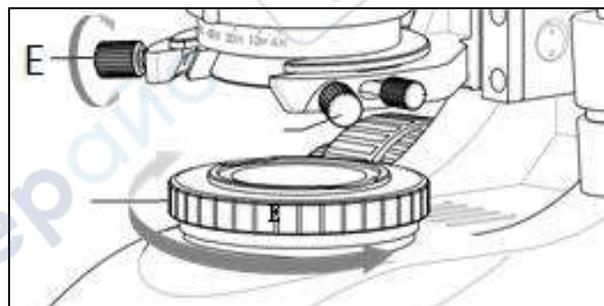

Рис. 26
- 1) Поворотом обоймы, установите 10-кратный объектив на траектории света и поверните регулировку диафрагмы (F) против часовой стрелки, чтобы закрыть её (рис. 26).
3) Поворачивайте ручку центрирования полевой диафрагмы (**E**) (рис. 26) до тех пор, пока изображение не переместится в центр поля (рис. 27, рис. 28).